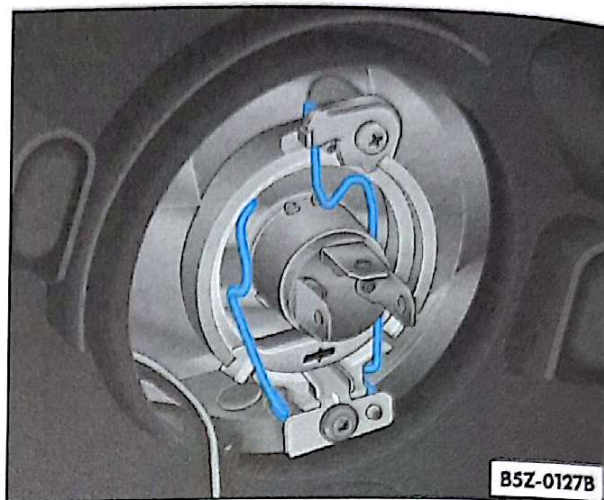

Fig. 130 Acesso à lâmpada do farol baixo / alto
- Comprima a mola de arame ⇒ fig. 130 contra a lâmpada e desloque-a para cima, para destravá-la.